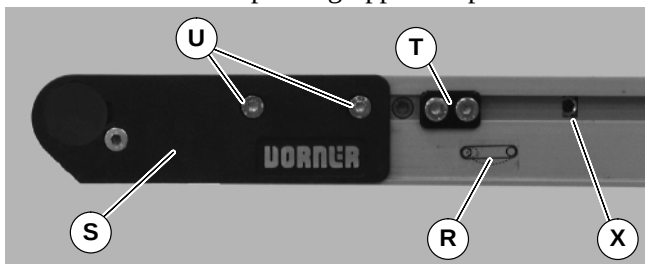

Abbildung 25
1. Am Spannen des Förderbandes, das mit einem  Etikett gekennzeichnet ist (R siehe Abbildung 25), vordere Deckplattengruppe anpassen (S): Zu beiden Seiten des Förderbandes die Befestigungsschrauben lösen (U) und das Ritzel drehen (X), um die vordere Deckplattengruppe anzupassen.
3. Nach dem Einstellen der entsprechenden Spannung die Befestigungsschrauben (U siehe Abbildung 25) zu beiden Seiten des Förderbandes mit 7 Nm festziehen.
4. Falls mit Spurführungsnocken ausgestattet, (T siehe Abbildung 25), neu positionieren und Spurführung anpassen. Siehe „Spannen des Gurtes“ auf Seite 12.